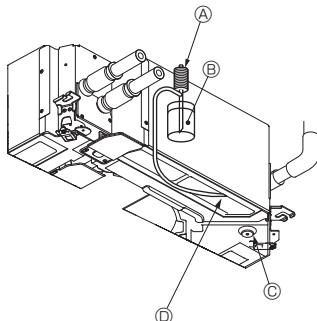

Fig. 7-5
7.4. Kontroll av dräneringen (Fig. 7-5)